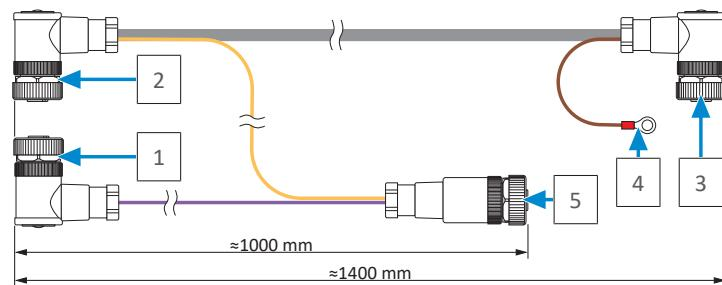

Abb. 1: Anschlüsse der Datenleitung
- 4. Stecken Sie die gerade M12-Kupplung mit der gelben und lila Leitung (Abb. 1 [5]) in den **DATA**-Anschluss des CLP 600-C.E. und schrauben Sie die Überwurfmutter der Kupplung am Anschluss fest.
- 1. Stecken Sie die M12-Winkelkupplung der Datenleitung (Abb. 1 [3]) in den rechten **DATA**-Anschluss der Lithiumbatterie G4 und schrauben Sie die Überwurfmutter der Kupplung am Anschluss fest.
- 2. Schrauben Sie den M4-Ringkabelschuh der braunen Leitung (Abb. 1 [4]) am **M4**-Anschluss der Lithiumbatterie G4 fest. Verwenden Sie dazu die der Lithiumbatterie G4 beiliegende M4-Schraube.
- 1. Stecken Sie die M12-Winkelkupplung mit den grauen und gelben Leitungen (Abb. 1 [2]) in den DATA-Anschluss an der **Rückseite** der LPS II und schrauben Sie die Überwurfmutter der Kupplung am Anschluss fest.
- 2. Stecken Sie die M12-Winkelkupplung mit der lila Leitung (Abb. 1 [1]) in den DATA-Anschluss an der **Vorderseite** der LPS II und schrauben Sie die Überwurfmutter der Kupplung am Anschluss fest.